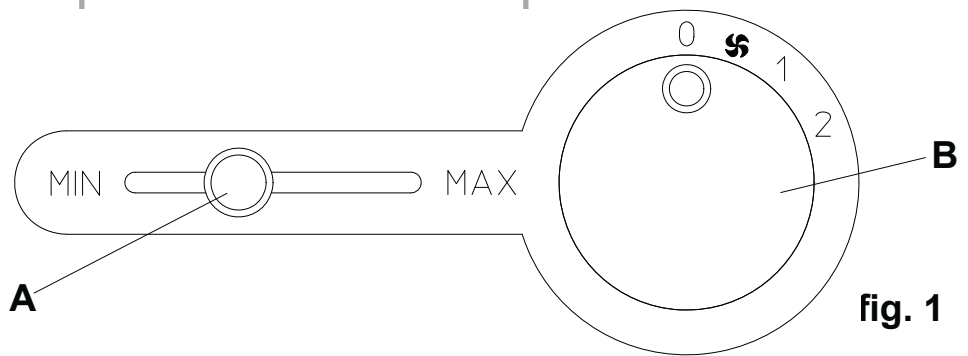
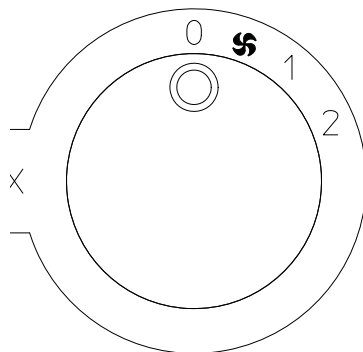
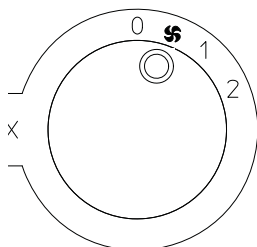

fig. 1
fig. 2
fig. 3
- Stellen Sie sicher, dass der Bezug "1" des Drehknopfes "B" (Abb. 1) mit dem Symbol "0" auf der Bedienkonsole (Abb. 2).
- *Verifique que la referencia "1" de la manija "B" (fig. 1) esté alineada con el símbolo "0", presente en el panel de mandos (fig. 2).*
- Per attivare la funzione VENTILAZIONE, ruotare la manopola "B" in modo che il riferimento "I" (fig. 1) sia allineato al simbolo "VENTOLA" presente sul pannello comandi (fig. 3).
- Per attivare la funzione POTENZA MINIMA, ruotare la manopola "B" (fig. 1) in modo che il riferimento "I" sia allineato al simbolo "I" presente sul pannello comandi (fig. 4).
- To activate VENTILATION function, turn knob "B" so that reference mark "I" (fig. 1) is aligned with the "FAN" symbol on the control panel (fig. 3).